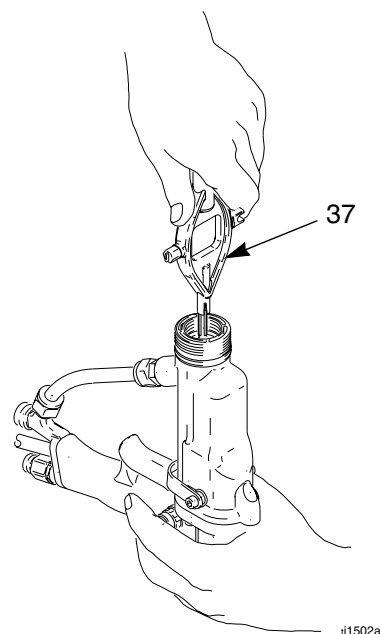

Fig. 12 Byte av elektrod
3. Skruva bort elektroden (29) med kombinationsverktyget (37). Håll fast tätningstångänden (26h) så att den inte roterar, Fig. 12.